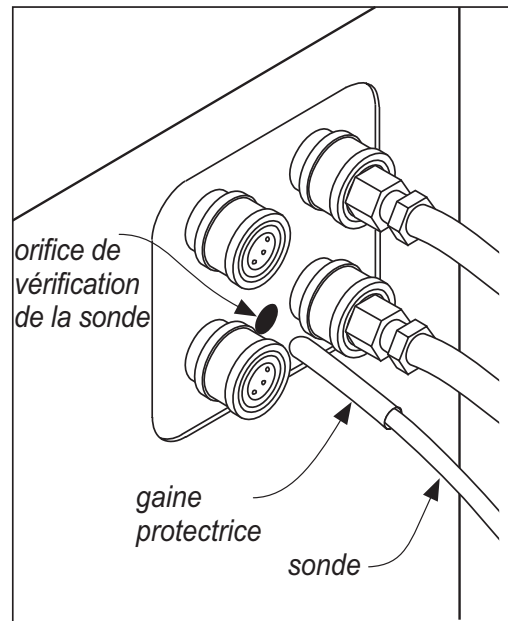

Figure 7 – Orifice de contrôle de la sonde
1. Insérer la sonde dans la gaine protectrice puis dans l'**ORIFICE DE VÉRIFICATION DE LA SONDE** à l'avant de la machine (fig. 7).